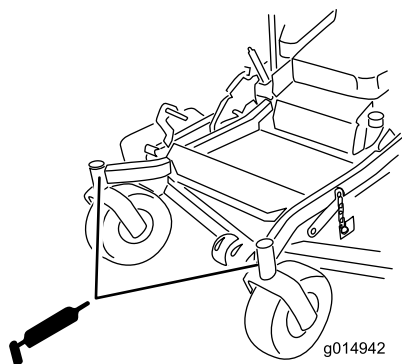

Figura 39
9. Montate il tappo esagonale e lo scodellino antipolvere (Figura 39).